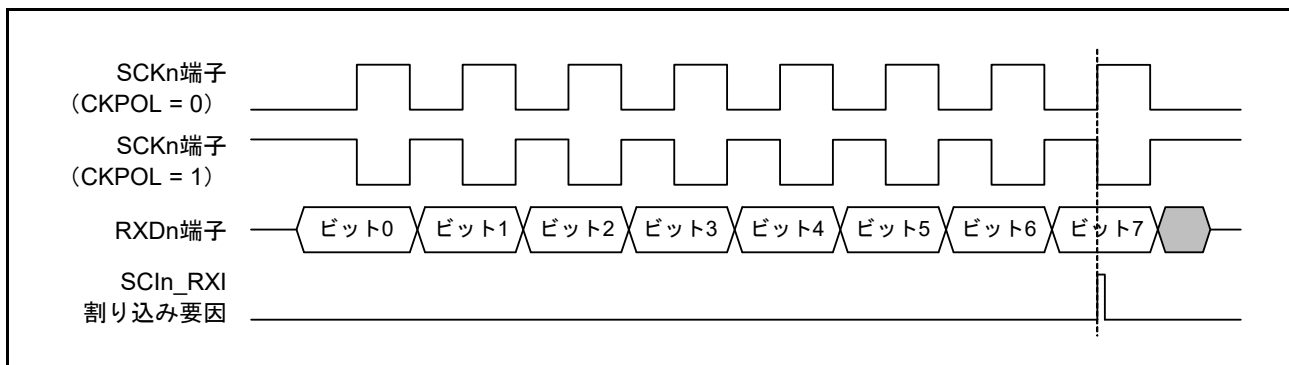

図 34.79 簡易 SPI モードにおける SCIIn\_RXI 割り込みの発生タイミング (クロック遅れあり)
- 「クロック遅れあり」の設定 (SPMR.CKPH ビット=1) では、図 34.79 に示すように、SCKn 端子の最終クロックエッジ手前のクロックエッジで受信データフル割り込み (SCIIn\_RXI) が発生します。このとき、SCR.TE ビットと SCR.RE ビットを SCKn 端子の最終クロックエッジより前に0にすると、SCKn 端子出力がハイインピーダンスとなり、送受信クロックの最終のクロックパルス幅が短くなります。また、SCIIn\_RXI 割り込みの発生によって、SCKn 端子の最終クロックエッジより前に接続先スレーブの SSn 端子入力信号が High になった場合、スレーブが誤動作する可能性があります。